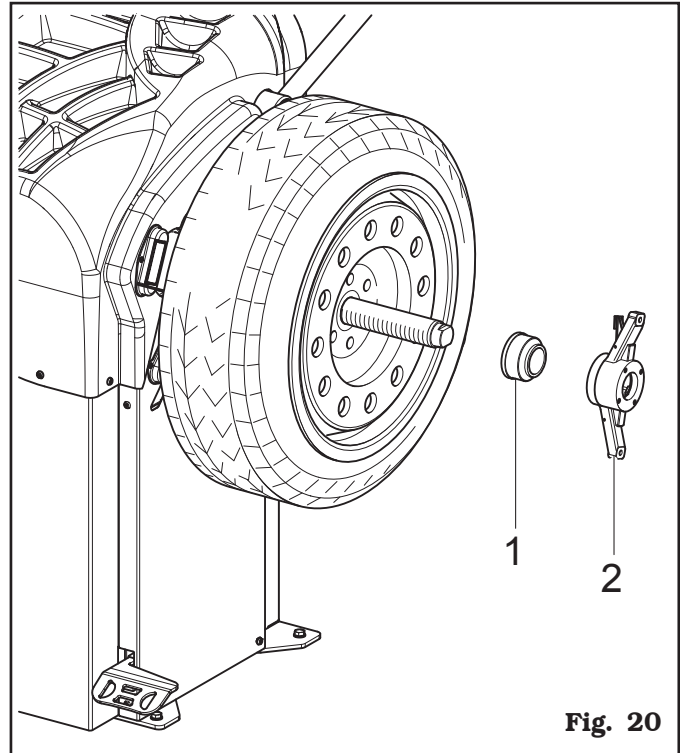

Fig. 20
4. Introducir el cárter de protección (**Fig. 20 ref. 1**) en la virola (**Fig. 20 ref. 2**) y fijar contra la rueda.